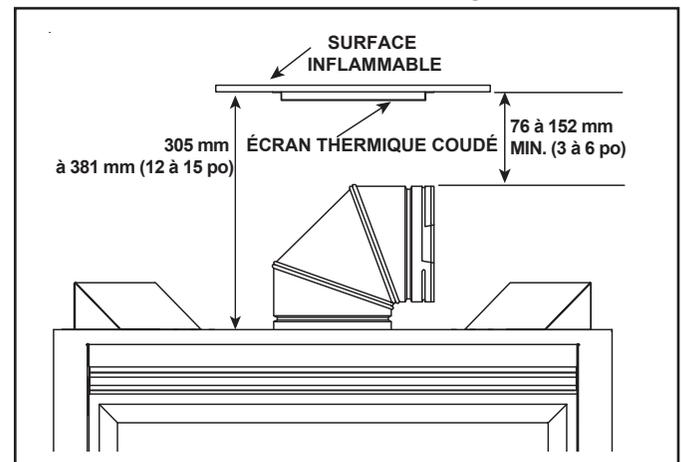

Figure 6.2 Localisation d'installation de l'écran thermique coudé
2. Si des matériaux inflammables seront installés entre 305 à 381 mm (12 à 15 po) au-dessus du sommet de l'appareil, l'écran thermique coudé est nécessaire. Voir la figure 6.2.
1. L'écran thermique coudé n'est pas nécessaire si des matériaux inflammables, ou coffrages inflammables, sont installés à au moins 381 mm (6 po) au-dessus du coude. Voir la figure 6.2.
2. Si des matériaux inflammables seront installés entre 305 à 381 mm (3 à 6 po) au-dessus du coude, l'écran thermique coudé est nécessaire. Voir la figure 6.2.